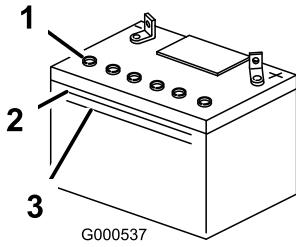

Bild 43
2. Sehen Sie sich die Seite der Batterie an. Der Füllstand muss bis zur oberen Linie reichen (Bild 43). Der Säurestand darf nicht unter die untere Linie fallen (Bild 43).
3. Entfernen Sie die Entlüftungsdeckel von der Batterie (Bild 43).
4. Gießen Sie langsam destilliertes Wasser in jede Batteriezelle, bis der Säurestand die obere Linie (Bild 43) am Batteriegehäuse erreicht.
5. Warten Sie nach dem Füllen der Batteriezellen fünf bis zehn Minuten. Gießen Sie bei Bedarf destilliertes Wasser in jede Batteriezelle, bis der Säurestand die obere Linie (Bild 43) am Batteriegehäuse erreicht.